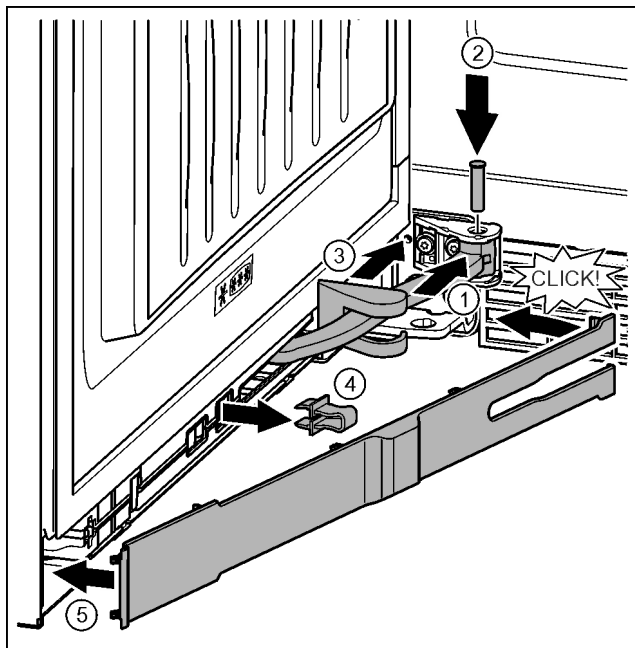

Fig. 40
- ▶ Rotiți articulația în sistemul de suspendare. Fig. 40 (1)
- ▶ Introduceți cu o șurubelniță T15 bolțul în sistemul de suspendare și articulație. Urmăriți ca respectiva camă de cuplare să fie așezată corect în canelură. Fig. 40 (2)
- ▶ Împingeți capacul suportului de lagăr de-a lungul articulației și montați-l deasupra sistemului de suspendare. Fig. 40 (3)
- ▶ Detașați siguranța. Fig. 40 (4)
- ▶ Aplicați masca pe partea mânerului și rabatați în interior. Fig. 40 (5)